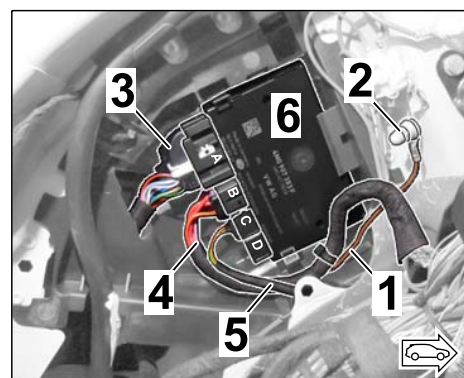

Рис. 14
2.5 Установить кольцевой кабельный наконечник А6 на болт массы МВ25 ($\Rightarrow$ Рис. 14 -2-).
- 2.6 Подсоединить разъемы А / В / С к блоку управления тягово-сцепного устройства, образовав штекерное соединение ($\Rightarrow$ Рис. 14).